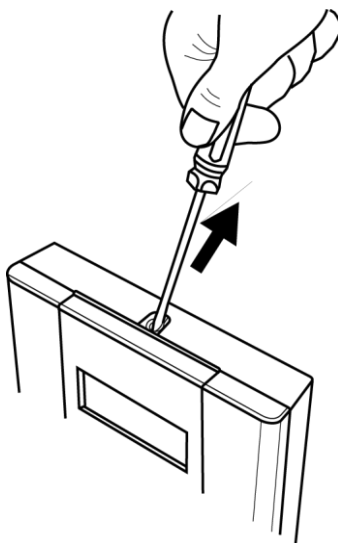

Figure 10. i-on Compact : Ouverture du couvercle
2. Insérer un petit tournevis dans la rainure de la vis et soulever le couvercle par un effet de levier, comme illustré dans la Figure 10 (le couvercle est rabattable par le bas).